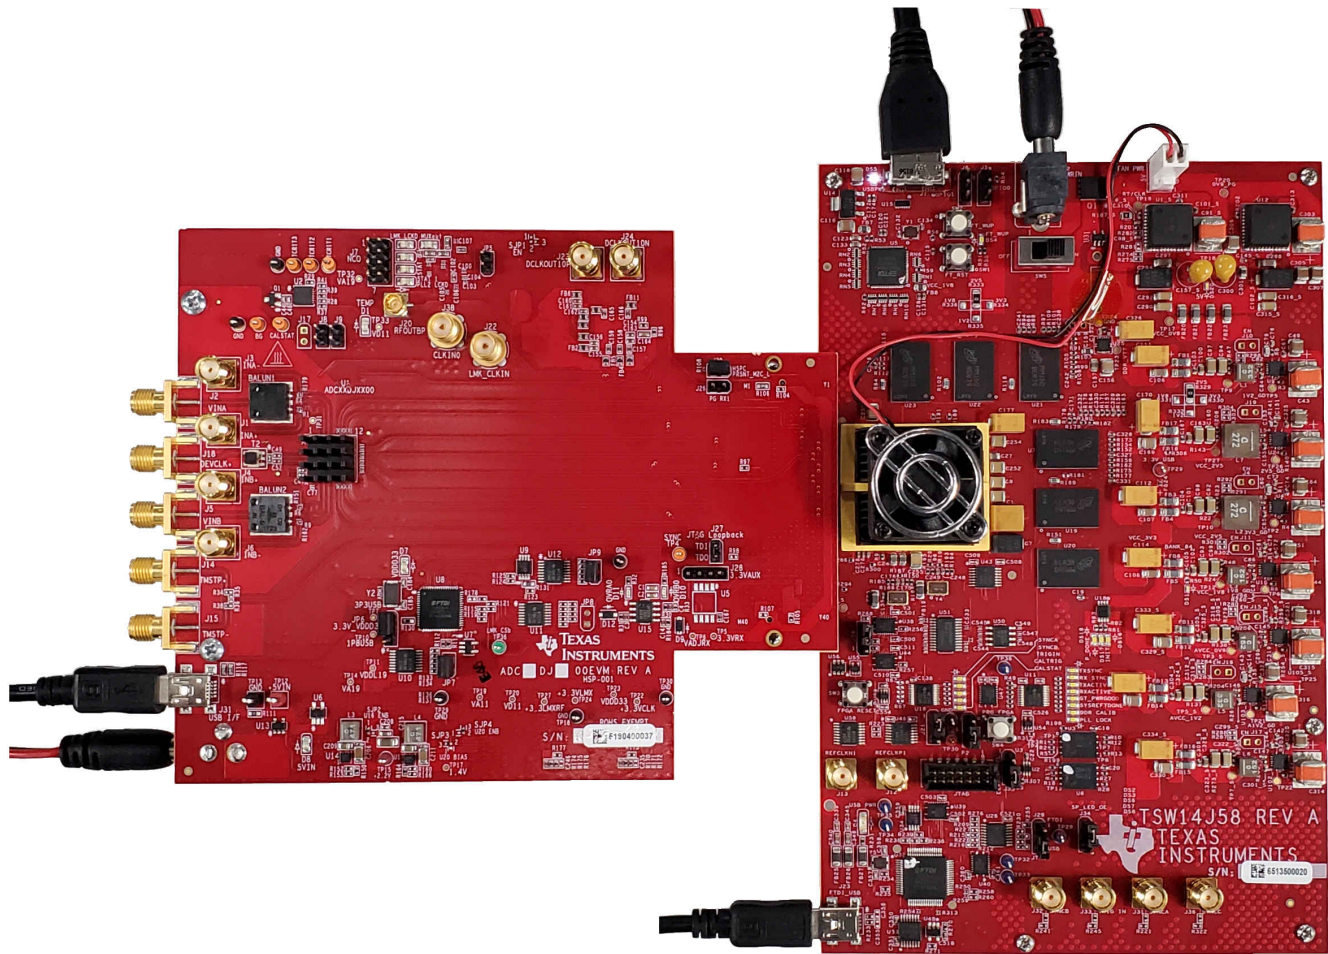

图 6-2. TSW14J58 EVM 连接到 ADC12DJ3200 EVM
- 图 6-2 展示了连接到 ADC12DJ3200 EVM 的 TSW14J58 EVM。